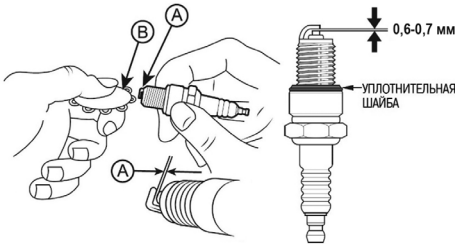

Рис. 14. Проверка зазора между электродами
- Измерьте зазор А между электродами В. Зазор должен быть 0,6-0,7 мм (Рис. 14). При увеличении или уменьшении требуемого зазора рекомендуется заменить свечу, так как регулировка зазора может привести к изменению качества искрообразования.